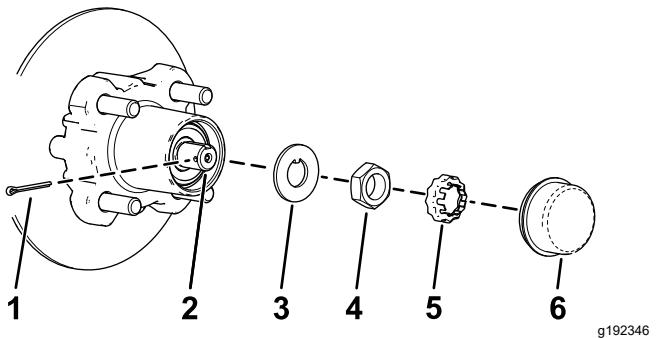
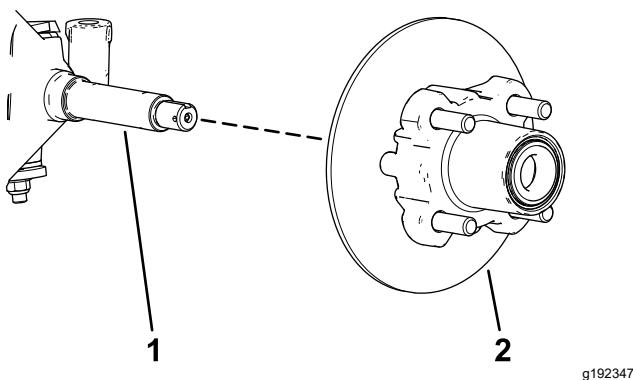

Рисунок 33
Рисунок 34
- Снимите пылезащитную крышку со ступицы (Рисунок 33).
5. Снимите шплинт и держатель гайки с оси и гайки оси (Рисунок 33).
6. Снимите гайку оси с оси и отделите ступицу и тормозной диск в сборе от оси (Рисунок 33 и Рисунок 34).